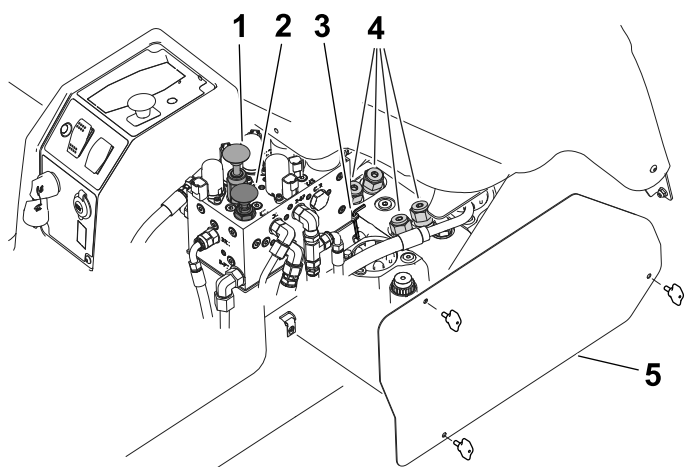

図 63
注 油圧マニホールドの隣に六角レンチ 6 mm が備え付けられています 図 63。このレンチで以下の操作を行ってください。
2. コントロールコンソール右側のアクセスパネルを外す 図 63。